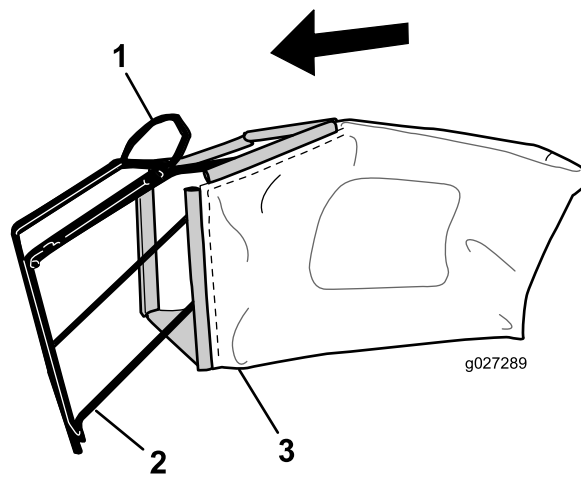

Bild 7
Hinweis: Schieben Sie den Grasfangkorb nicht über den Holm (Bild 7).
1. Schieben Sie den Fangkorb auf den Rahmen, wie in Bild 7 abgebildet.